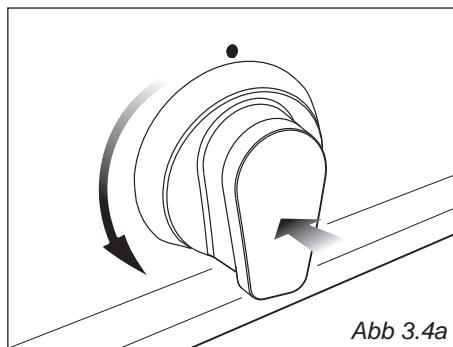

Abb. 3.4a
- Den Regler drücken und entweder im Uhrzeigersinn oder entgegen des Uhrzeigersinns bis zur  Position (Maximalstellung des inneren Flammenkranzes) oder  Position (Maximalstellung des inneren und äußereren Flammenkranzes) drehen, den Regler hineindrücken und gedrückt halten, bis die Flamme entzündet ist (Abb. 3.4a oder 3.4b).